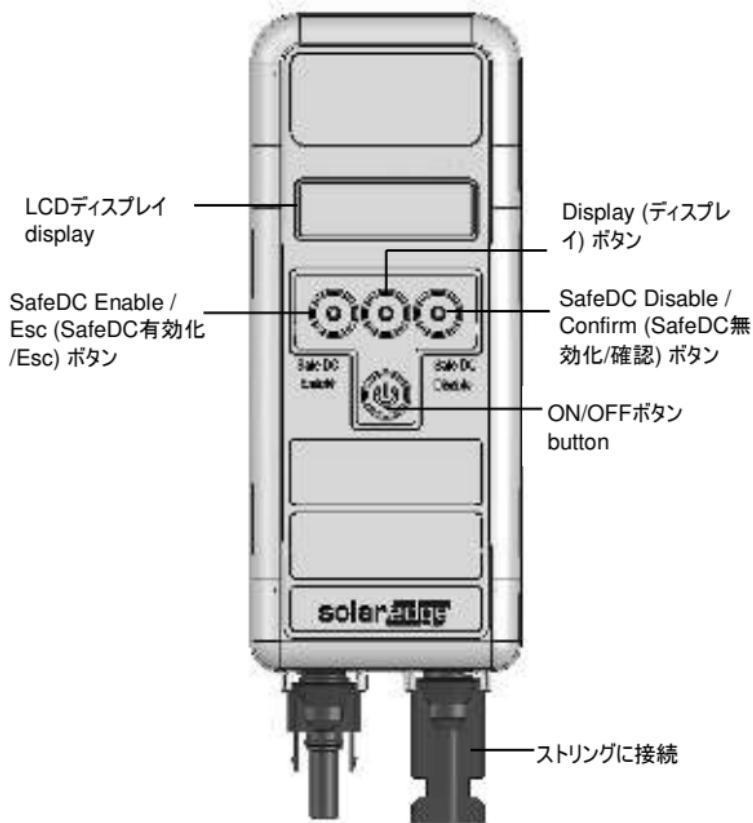

図1: SolarEdgeキーのインターフェース
- 1 ストリングケーブルをSolarEdgeキーの下にある2つのコネクターに接続します (図1参照)。